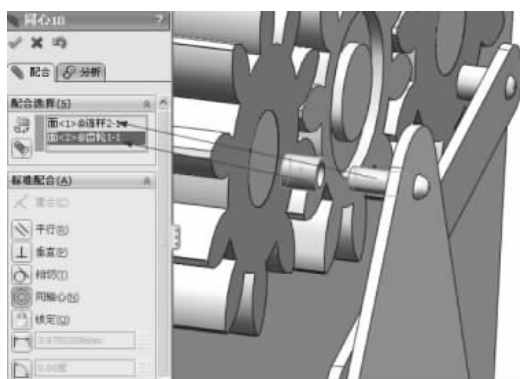

图 3-91 同轴心配合
(5) 单击【装配体】工具栏中的【配合】按钮,选择【同轴心】配合类型,在【配合选择】选项组下的选择框中选择连杆 2 上方的圆柱凸台外圆面和左侧齿轮圆柱凸台外圆面,如图 3-91 所示。